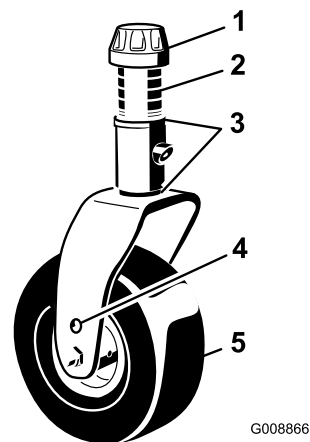

Figure 105
1. Enlevez le chapeau de tension de l'axe de pivot et sortez l'axe du bras pivotant (Figure 105). Repositionnez les cales pour élever ou abaisser la roue pivotante, selon les besoins, et obtenir la bonne inclinaison.